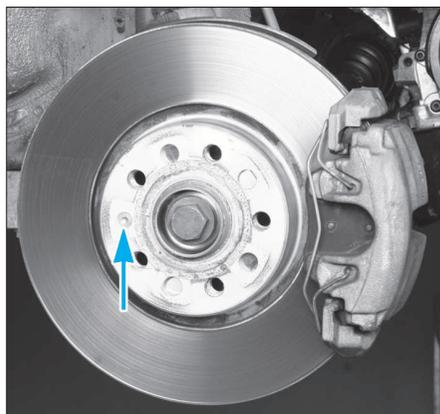

FIG. 9
• Déposer la vis du disque de frein puis celui-ci (Fig.9).